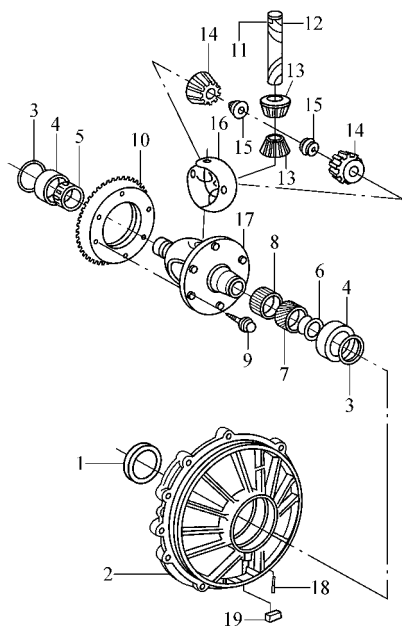

图4-14 主减速器和差速器
桑塔纳轿车主减速器为单级主减速器,主减速齿轮是一对准双曲面齿轮,齿面为准双曲面。主动齿轮和变速器输出轴制成一体。差速器为行星齿轮式,并采用复合式止推垫圈,车速表驱动齿轮安装于差速器壳上,如图4-14所示。
(1) 拆卸变速器,将其固定在支架上,如图4-14所示。
(2) 拆下轴承支座和后盖。
(3) 取下车速里程表的传感器。
(4) 锁住传动轴(半轴)拆下紧固螺栓。
(5) 取下传动轴。
(6) 取下车速里程表的从动齿轮导向器和齿轮。